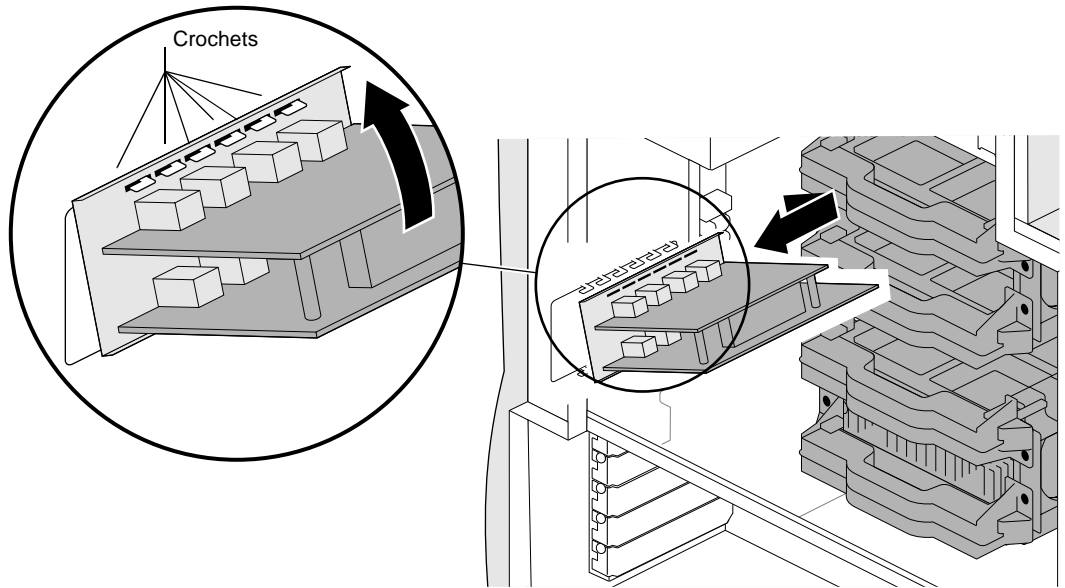

Figure 5-23 Retrait de la carte Silicon Graphics SD1100
9. Tirez sur la carte Silicon Graphics SD1100 et libérez-la des crochets du panneau E/S, comme l'indique la Figure 5-23.